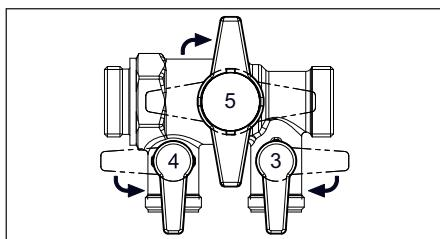

Abb. 6.10 Befüll- und Spülarmatur
- Sperren Sie den Durchgangskugelhahn (5) in der Mitte der Befüll- und Spülarmatur ab (Abb. 6.10).
- Öffnen Sie den Befüllhahn (3) und den Entleerhahn (4) der Befüll- und Spülarmatur (Abb. 6.10).